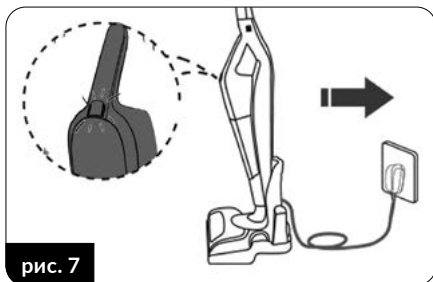

рис. 7
2. Поместите правильно собранный пылесос в главный держатель и с электрошнуром на док-станцию (рис. 7). Подключите зарядное устройство к сети.